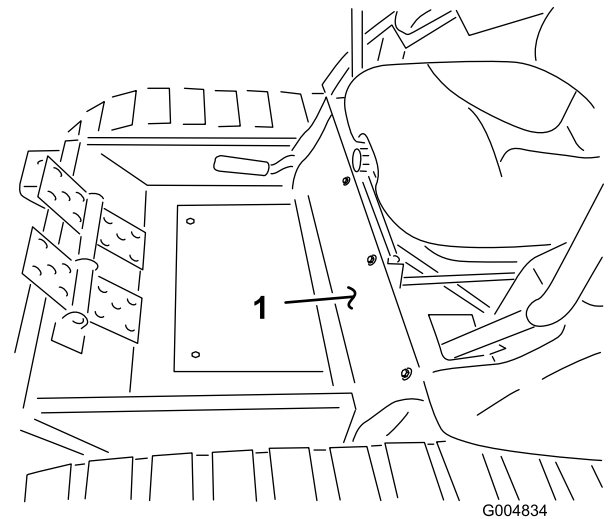
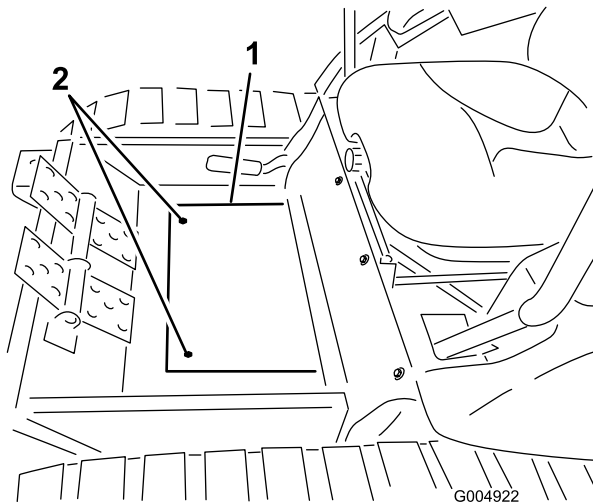

Figure 63
Figure 62
5. Reposez la plaque couvercle de plancher (Figure 62) et le couvercle avant (Figure 63).